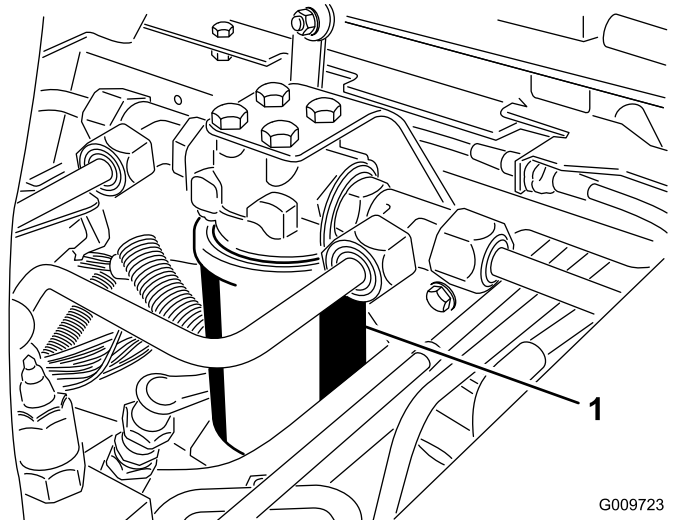
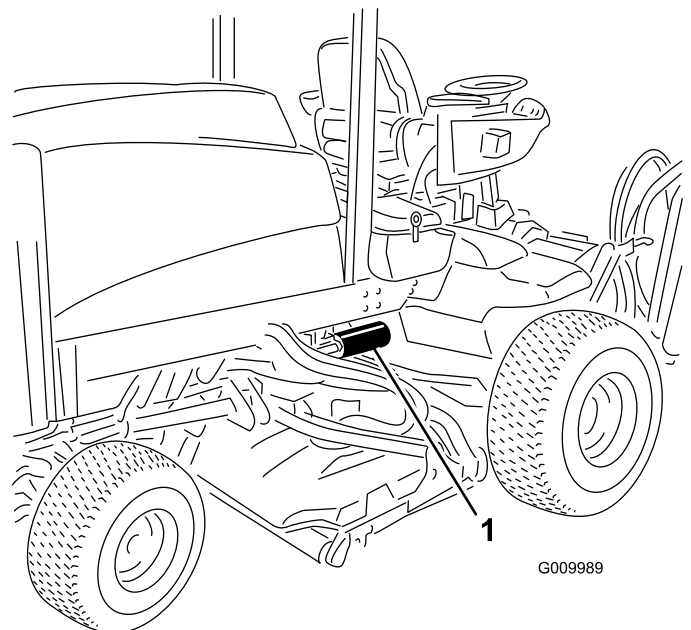

Figure 55
Figure 56
2. Nettoyez la zone autour de la surface de montage du filtre. Placez un bac de vidange sous le filtre et déposez le filtre (Figure 55 & Figure 56).